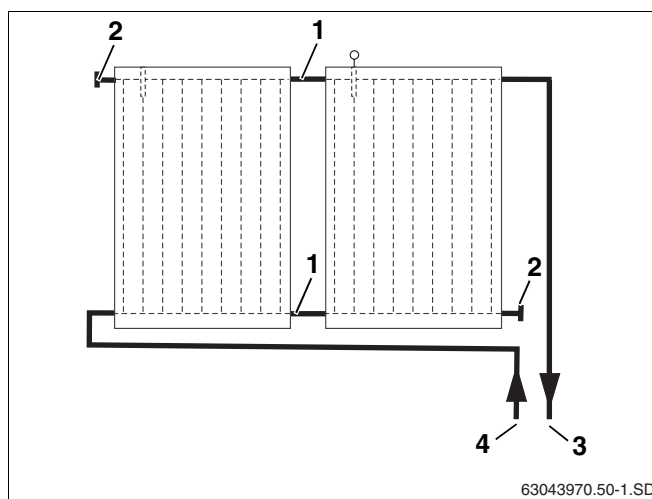
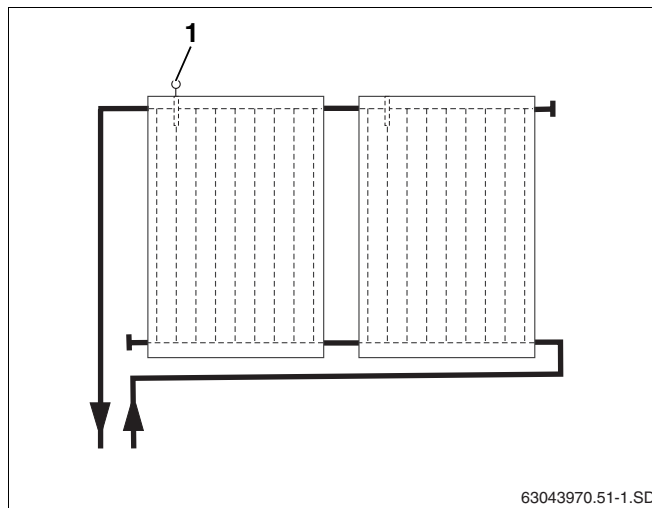

Fig. 40 Ligação hidráulica – tubagem de impulsão à direita
Fig. 41 Ligação hidráulica – tubagem de impulsão à esquerda
O campo de colectores deve levar tubos segundo o princípio de Tichelmann. Assim, cada colector recebe o mesmo caudal (fig. 40).
A tubagem de impulsão pode ser colocada à direita (fig. 40) ou à esquerda (fig. 41). Nestas instruções, a tubagem de impulsão está representada do lado direito.
Os colectores devem ser instalados de forma a que as passagens do sensor para a recepção do sensor do colector (fig. 41, **item 1**) se encontrem em cima.